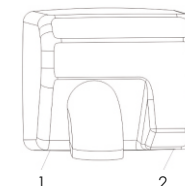

Рисунок 5
5. Установите переднюю часть корпуса на место и закрепите её двумя крепёжными винтами (Рисунок 5).